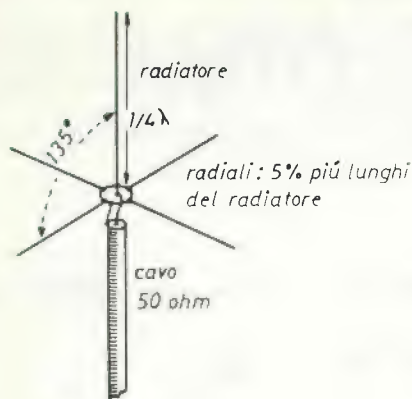

figura 7 - G.P. con radiali a 135°.
3. Inclinando i radiali a 135° rispetto al radiatore verticale, come da figura 7.